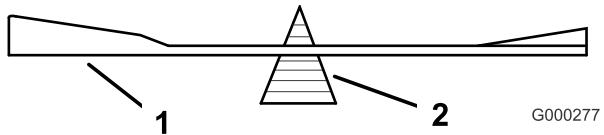
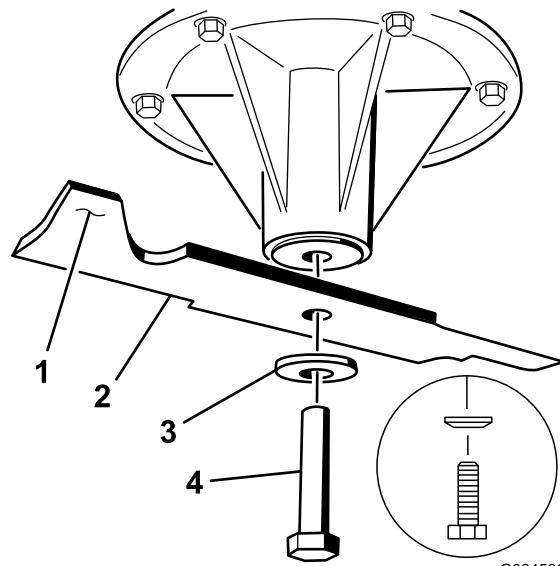

Figura 98
Figura 99
2. Verifique el equilibrio de la cuchilla colocándola sobre un equilibrador de cuchillas (Figura 98). Si la cuchilla se mantiene horizontal, está equilibrada y puede utilizarse. Si la cuchilla no está equilibrada, rebaje algo el metal en la parte de la vela solamente (Figura 99). Repita este procedimiento hasta que la cuchilla esté equilibrada.
1. Instale la cuchilla en el eje (Figura 99).
2. Instale la arandela de muelle y el perno de la cuchilla. El cono de la arandela de muelle debe estar orientado hacia la cabeza del perno (Figura 99). Apriete el perno de la cuchilla a 115–150 Nm (85–110 pies-libra).